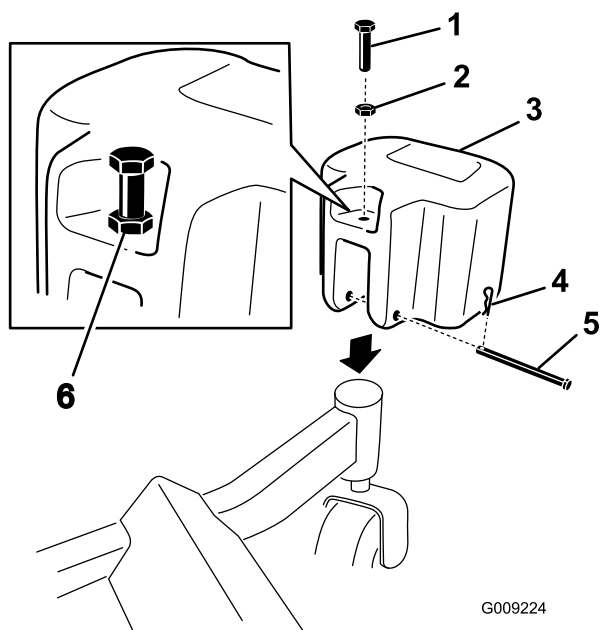

Figure 31
1. Montez les masses sur les roues pivotantes avant à l'aide d'un axe de chape et d'une goupille fendue (Figure 31).
2. Placez l'écrou ($\frac{3}{8}$ po) sur chaque boulon entièrement fileté ($\frac{3}{8}$ x $1\frac{3}{4}$ po) et insérez les boulons dans chaque masse (Figure 31).